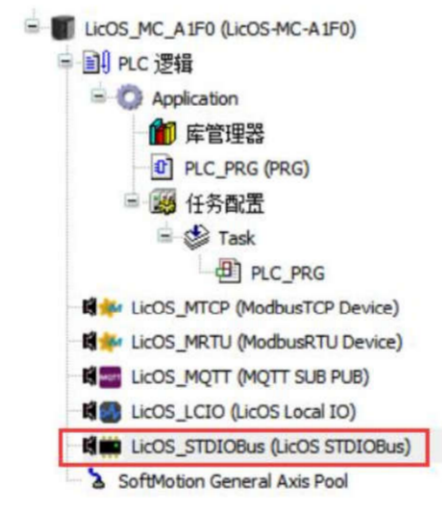

图 6 背板总线
- 2) 在编程界面左侧默认添加了背板总线“LicOS_STDI0Bus (LicOS STDI0Bus)”，无需更改，如图 6。